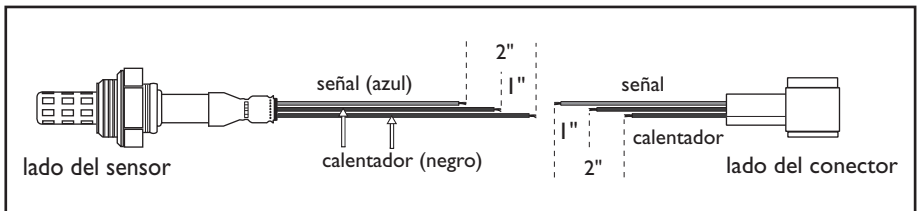

figura 1
6. Teniendo los dos sensores lado a lado, cortar el sensor original de manera que la longitud total sea de 2 a 3 pulgadas mayor que antes. (ver figura 1) Esto permitirá hacer las conexiones a intervalos regulares de manera que el tubo termoretráctil se ajuste sobre las conexiones de la cabeza del conector, y la longitud final coincida con la original.